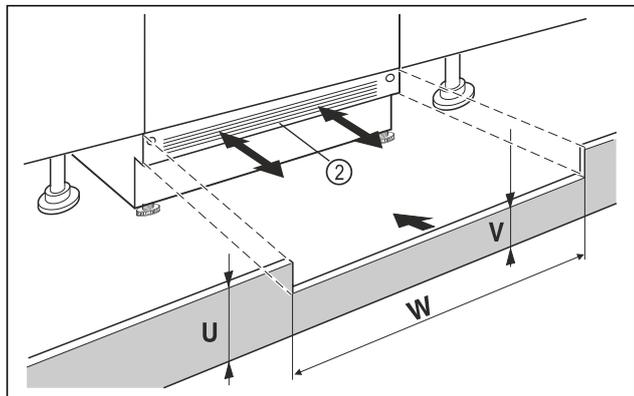

Fig. 10 Immagine a titolo di esempio
- ▶ Applicare lo zoccolo dell'apparecchio Fig. 10 (2) ma non fissarlo ancora.
- ▶ Se lo zoccolo è visibile Fig. 10 (2), tirarlo in avanti in modo tale che il bordo anteriore della griglia di ventilazione e lo zoccolo del mobile siano a filo.
- ▶ Se lo zoccolo è nascosto Fig. 10 (2) spingerlo completamente indietro.
- ▶ Verificare che le fessure di ventilazione siano completamente libere: Se necessario, tagliare lo zoccolo del mobile Fig. 10 (U)!
- ▶ Adattare, per la larghezza dell'area di incasso Fig. 10 (W), l'altezza del listello Fig. 10 (V) sotto lo zoccolo dell'apparecchio Fig. 10 (2).